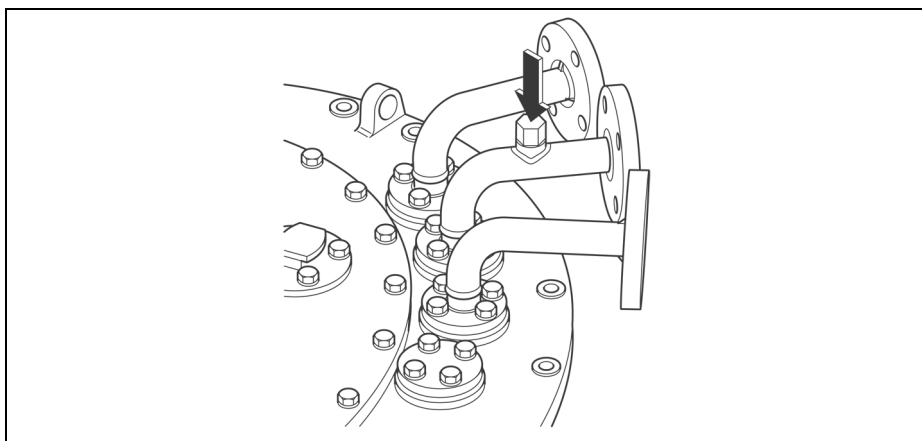

图 39 连接弯管的放气塞
- 通过连接弯管上的放气塞对吸油管进行排气：拧开 M16 螺丝盖帽（22 号扳手），最大扭矩 9 Nm，拧开带槽口的 M6 放气塞，最大扭矩 2 Nm，图 39。